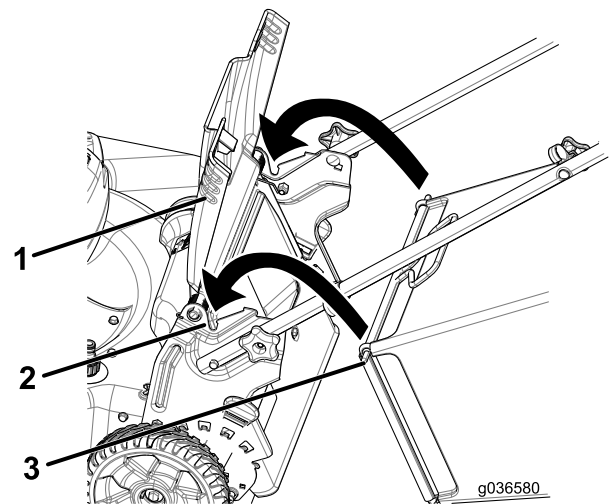

Figure 22
1. Soulevez le volet arrière et gardez-le dans cette position (Figure 22).
2. Montez le bac à herbe en veillant à placer les ergots dans les crans du guidon (Figure 22).